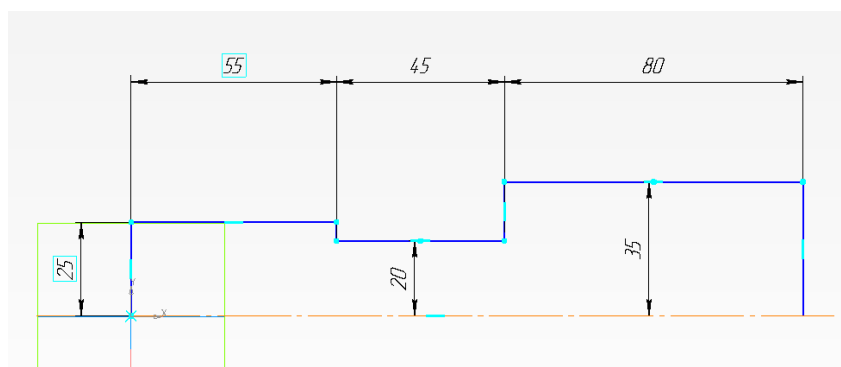

Рисунок 11.
1. Создайте эскиз на фронтальной плоскости **ZX**. Ориентация **XYZ**(рисунок 11). Эскиз начинают создавать от горизонтальной осевой линии выполняя все диаметры в половинном значении.